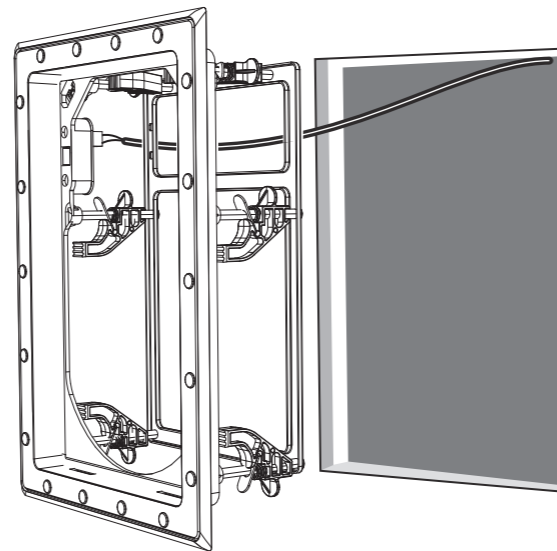

Fig. 8. Installing the Frame into the Wall
1. Presione con cuidado el marco en la abertura de la pared, asegurándose de no atrapar ni pellizcar el cableado del altavoz (Fig. 8).